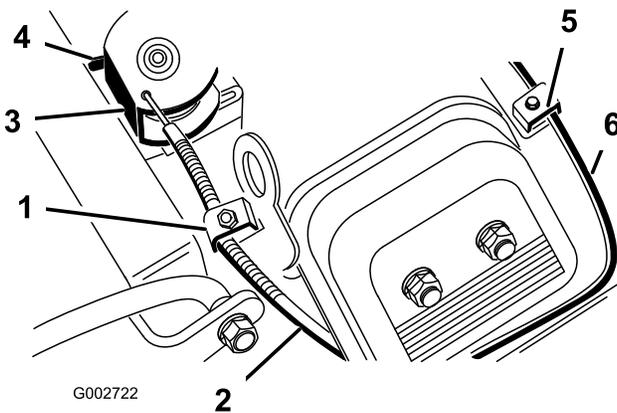

図 38
2. チョークケーブルをエンジンに固定しているクランプのねじをゆるめる 図 38。
4. チョークケーブル 図 38を十分に引いてチョークを完全に閉じ、その位置でクランプのねじを締める。